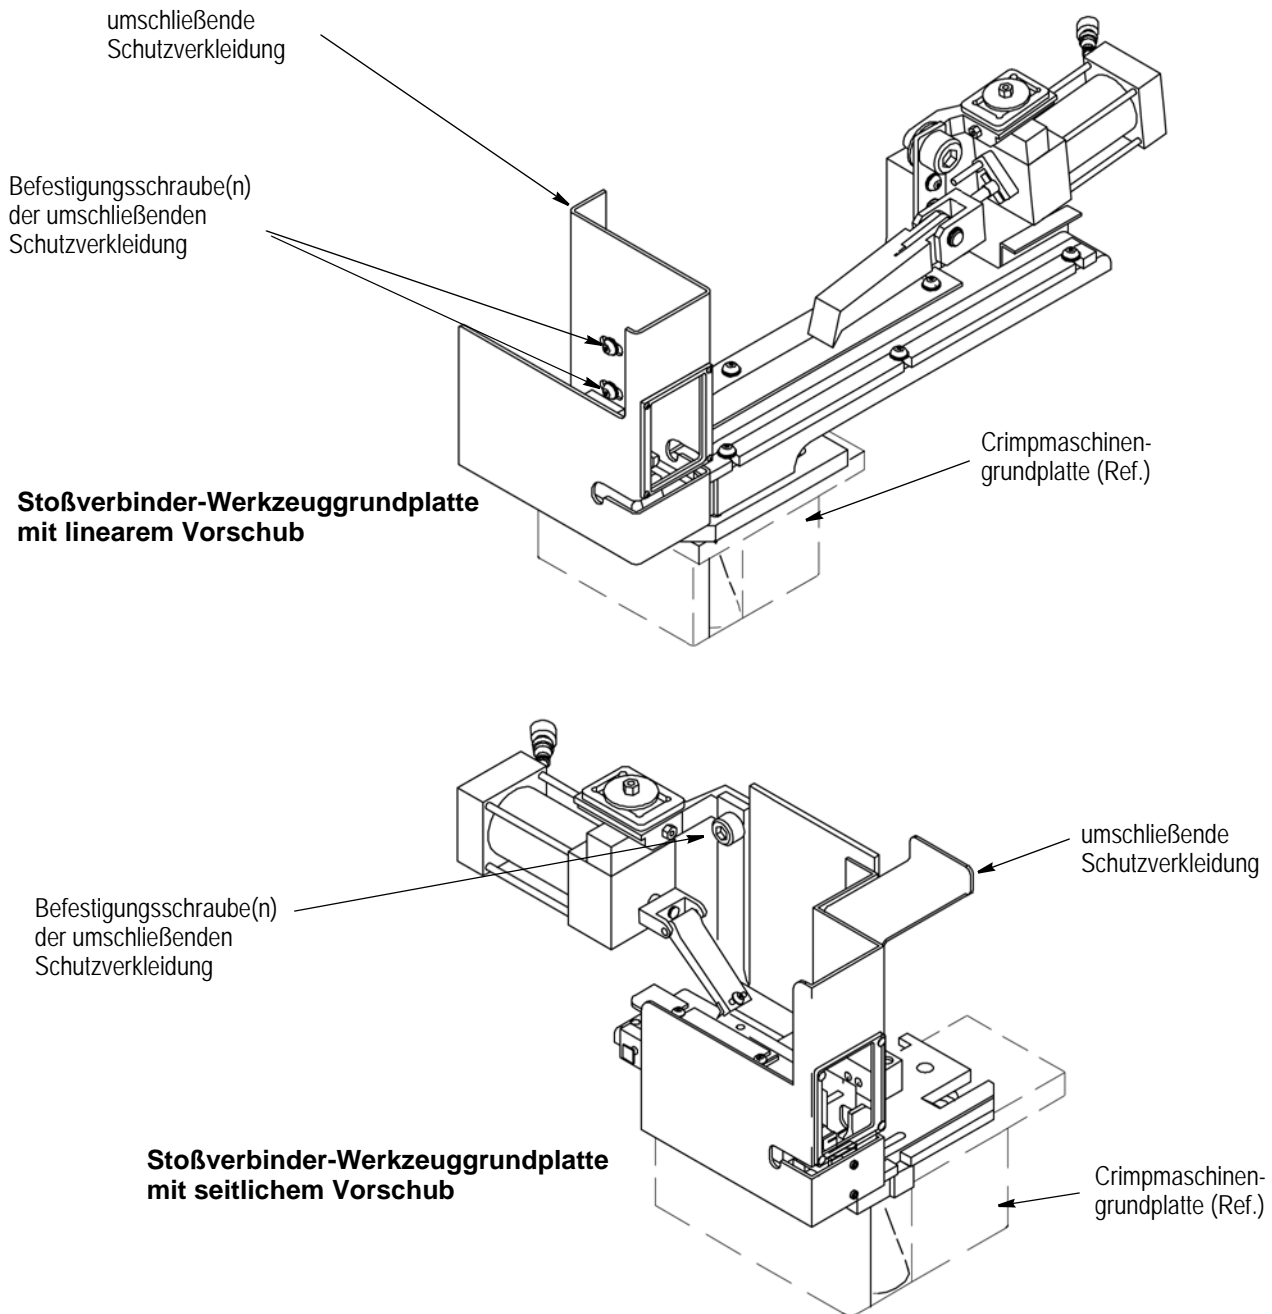

Abbildung 6
2. Entfernen Sie die beiden Befestigungsschrauben der umschließenden Schutzverkleidung und nehmen Sie die Verkleidung ab. Siehe Abbildung 6.
3. Entfernen Sie die umschließende Schutzverkleidung (Abbildung 6).